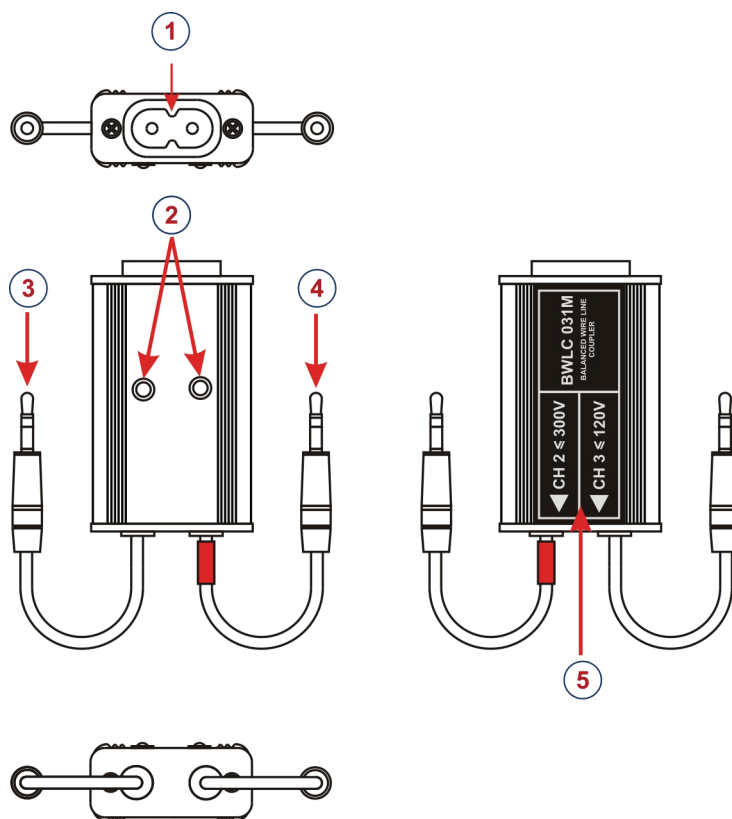
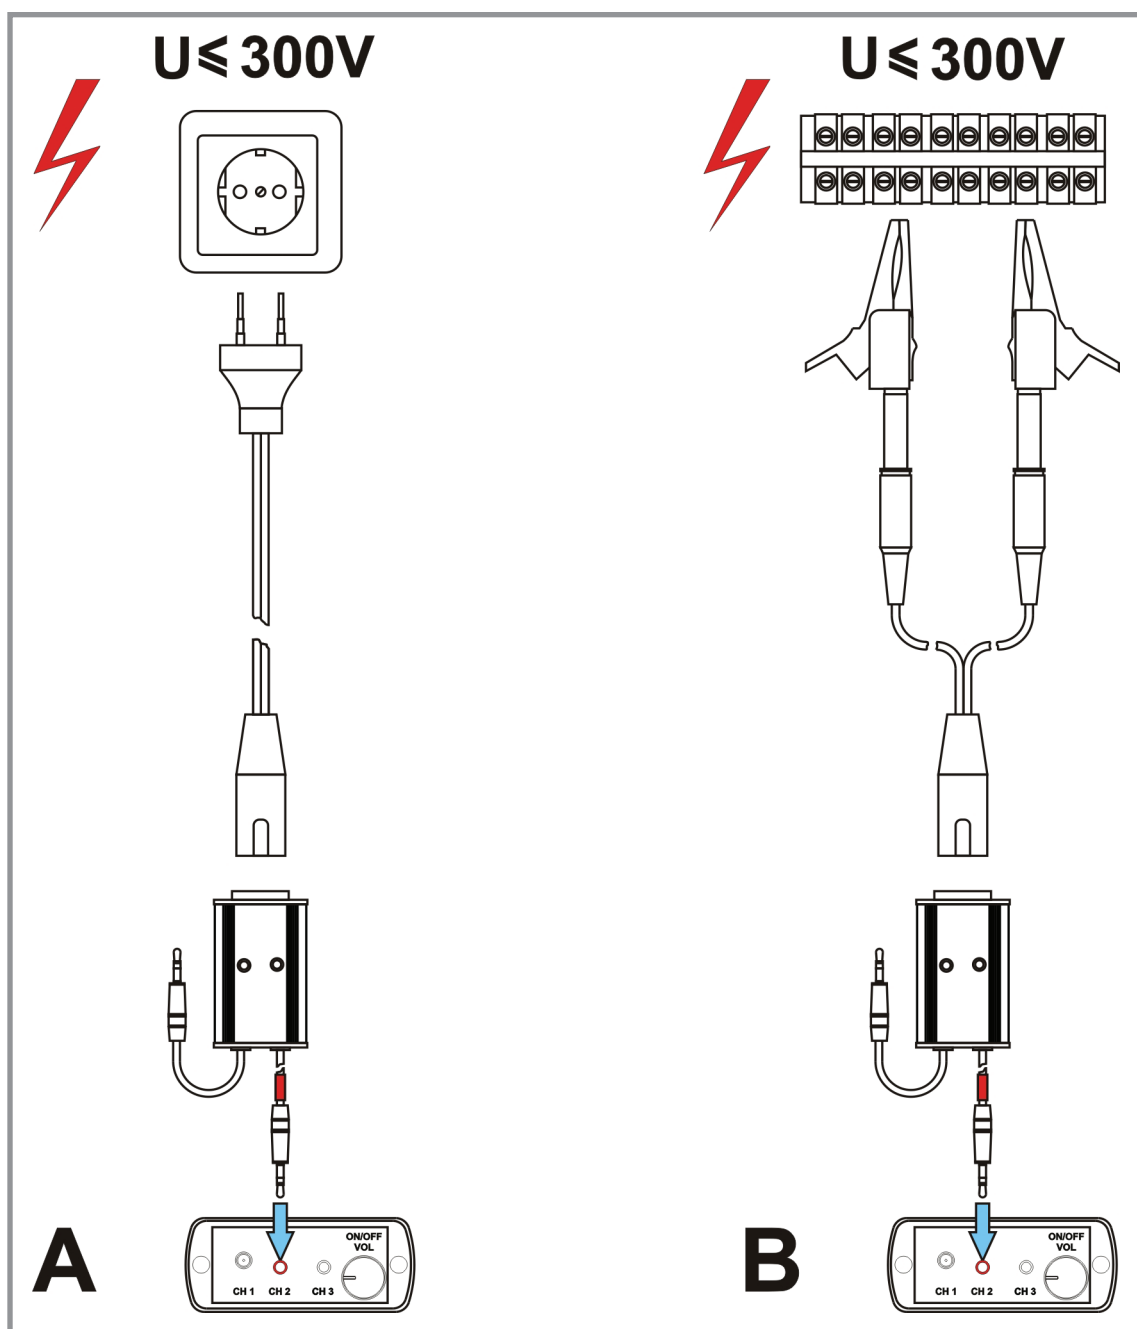

Рис.33
Рис.34
Внешний вид адаптера показан на рис.33.
Возможны два варианта подключения к адаптеру проводным линиям (рис.34).
- если проверяется линия электропитания, оборудованная стандартными сетевыми розетками удобно воспользоваться соединительным кабелем поз.14 рис.4 (схема подключения А рис.34)
- если предполагается работа на кроссах, автоматах и т.д, необходимо воспользоваться соединительным кабелем поз.12 и зажимами поз.9 рис. 4. (схема подключения В рис.34).
Выходной кабель адаптера, помеченный красным цветом (поз.4 рис.33) подключить к гнезду «CH2», расположенному на верхней панели ST031M.
1.	Подключить универсальный адаптер BWLC031M к базовому блоку и проверяемой линии как показано на рис.34 (вариант А или В). О наличии в линии постоянного напряжения говорит свечение одного из двух индикаторов (поз.2 рис.33). В случае, если в проверяемой линии переменное напряжение - должны светиться оба индикатора. Отсутствие свечения свидетельствует о том, что проверяемая линия обесточена.